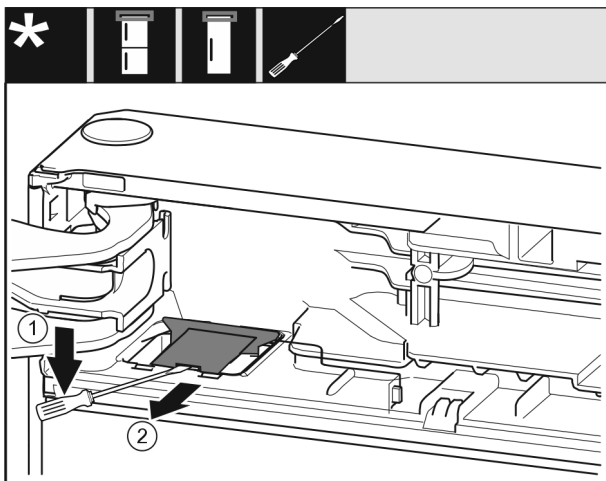

Fig. 13
- ▶ Используя шлицевую отвертку, отцепите крышку Fig. 13 (1).
- ▶ Извлеките крышку Fig. 13 (2).